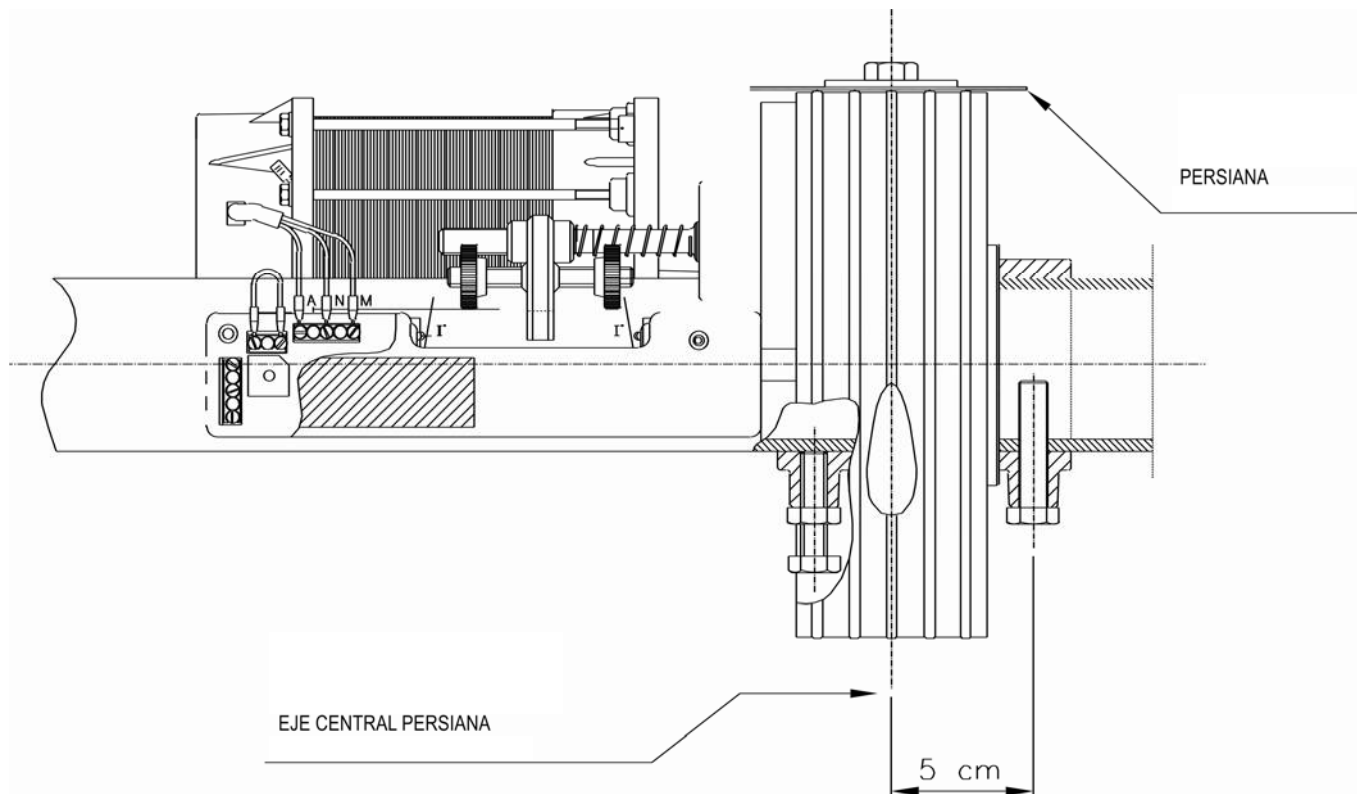

FIG. 1
- 1) Hacer un orificio de 10 mm a 5 cm de diámetro del centro del eje de la persiana (ver la **FIG. 1**).
- 13) Apretar a mano el motorreductor 1-1½ vuelta llevando la abrazadera de final de carrera hacia el microinterruptor 1 (abajo) como en la fig. 1 (debe girar sin obstáculos).
- 19) Si es necesario instalar la persiana en el sentido opuesto al que se ilustra en la **FIG. 1**, los pasos anteriores se deben realizar cambiando las funciones de los dos microinterruptores, ya que el microinterruptor 2 detiene la bajada y el microinterruptor 1 detiene la elevación.